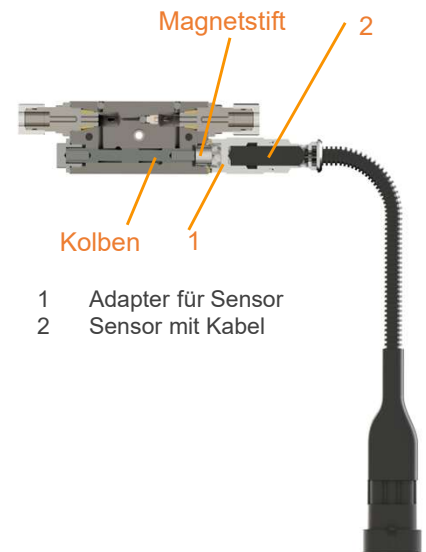

Abb. 16.1
*In der Artikelnummer des Kit-Sensor-Verteilerüberwachung ist der Adapter und der Sensor mit Kabel enthalten. Abb. 16.1.*